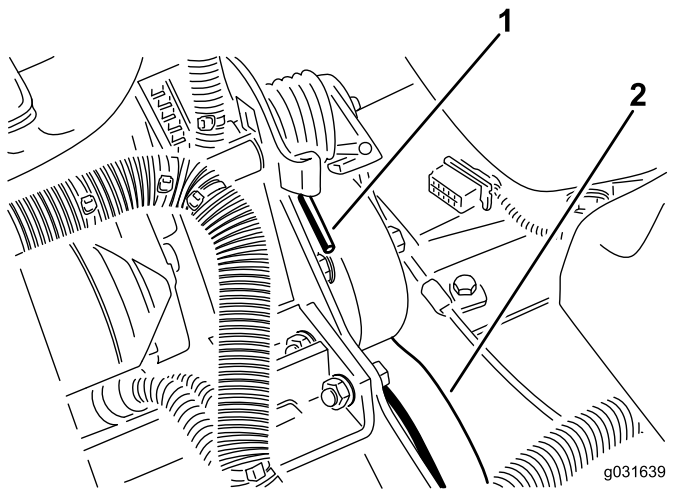

Figure 56
2. Appuyez sur l'extrémité du ressort et poussez-la vers l'avant pour décrocher le ressort du support et le détendre (Figure 56).